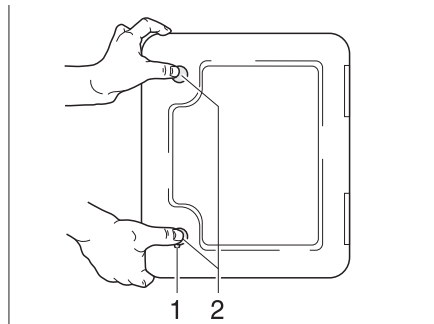

Bild 33 Klappe für Toiletten-Kassette
- Schlüssel in Schließzylinder des Druckschlösses (Bild 33,1) stecken und eine viertel Umdrehung drehen.
- Beide Druckschlösser (Bild 33,2) gleichzeitig mit dem Daumen drücken und Klappe für Toiletten-Kassette öffnen.
- Schlüssel in Schließzylinder (Bild 33,1) stecken und eine viertel Umdrehung drehen.